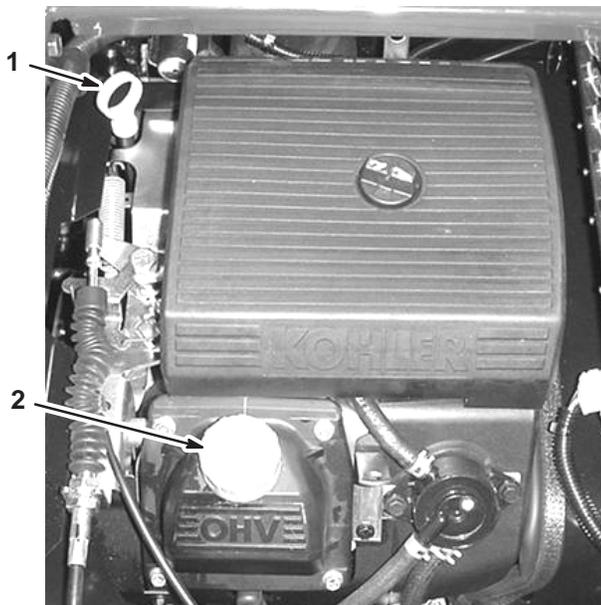

Bild 5
2. Nehmen Sie den Peilstab heraus und wischen Sie ihn mit einem sauberen Lappen ab (Bild 5). Stecken Sie den Peilstab in das Rohr und stellen Sie sicher, dass er vollständig eingeführt ist. Nehmen Sie den Peilstab heraus und kontrollieren Sie den Ölstand.
3. Nehmen Sie bei niedrigem Ölstand den Fülldeckel von der Ventilabdeckung (Bild 5) ab und gießen Sie so viel Öl ein, dass der Ölstand die „Voll“-Marke am Peilstab erreicht; siehe „Wechseln des Motoröls“ auf Seite 32 für die korrekte Ölsorte und -viskosität. Gießen Sie Öl langsam ein und kontrollieren Sie den Ölstand häufiger während des Füllens. **Überfüllen Sie nicht.**